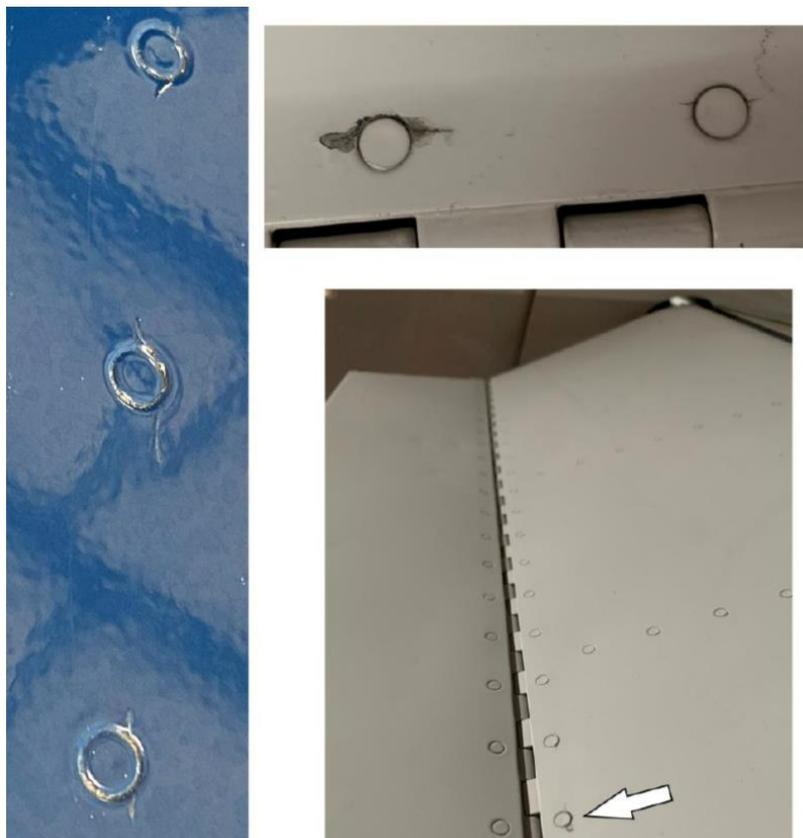

FIGURA 1: REVESTIMENTOS DO PROFUNDOR TRINCADOS NO RV-10 E RV-14A
Os dados mostram que os revestimentos (pele) do profundor nos RV-10 e RV-14/14A podem apresentar trincas ao redor dos rebites onde o E-1007/E-00907 da longarina traseira está fixado. Consulte a Figura 1 abaixo para exemplos das trincas.
Passo 2: Realize uma inspeção no revestimento ao redor desses rebites em busca de trincas, tanto nas superfícies superior quanto na inferior do profundor. Consulte a Figura 1.